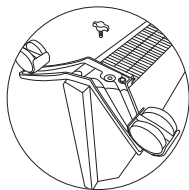

Рис. 8
- приложить планку опорной шасси к месту крепления на конвекторе так, чтобы выпуклая часть планки прилегалась плотно к корпусу конвектора и находилась ближе к его задней стенке, винтовое отверстие должно совпадать (рис.8);